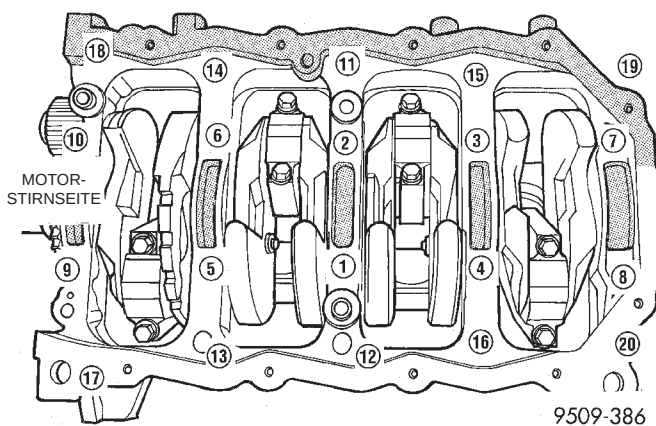

Abb. 14 Anzugsreihenfolge für die Schrauben der Kurbelgehäuse-Grundplatte/Hauptlagerdeckel
(8) Schrauben Grundplatte/Motorblock (1 bis 10) eindrehen und mit einem Anzugsmoment von 41 N·m (30 ft. lbs.), wie in (Abb. 14) gezeigt der Reihe nach festziehen und anschließend in der gleichen Reihenfolge noch um ¼ Drehung nachziehen.
(9) Schrauben Grundplatte/Motorblock (11 bis 20) eindrehen mit einem Anzugsmoment von 28 N·m (20 ft. lbs.) in der angegebenen Reihenfolge festziehen (Abb. 14).